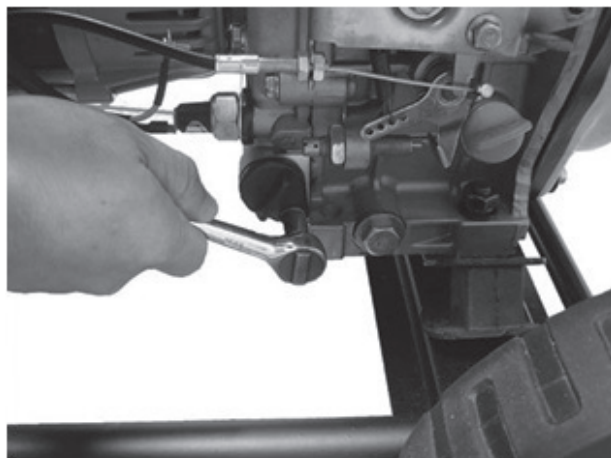

Рис.16
2. Открутить сливной болт и слить масло в специальную емкость (Рис. 16)